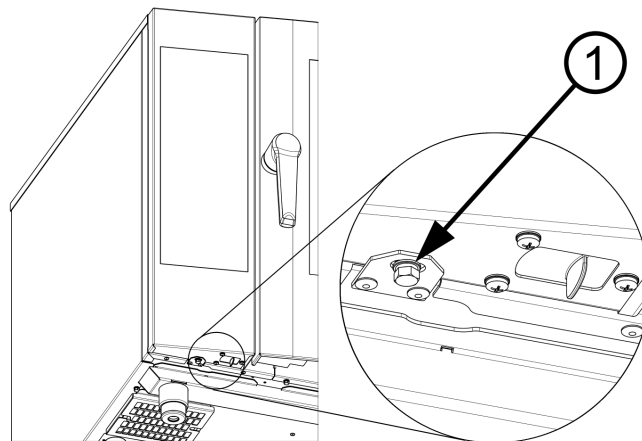

Рисунок 18: Освободите панель управления
Ослабьте крепления панели управления, отвинтив болт M4 с шайбой (1) под ней (рис. 18), снимите ее движением вверх, затем потяните на себя и извлеките панель полностью.